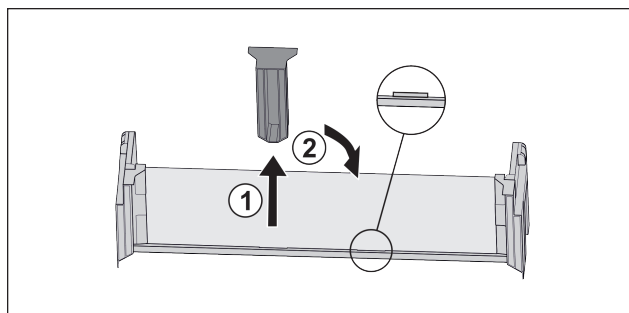

Fig. 21
- ▶ Stáhněte prostřední přídržný díl Fig. 21 (1).
- ▶ Vložte prostřední přídržný díl do druhé polohy Fig. 21 (2).